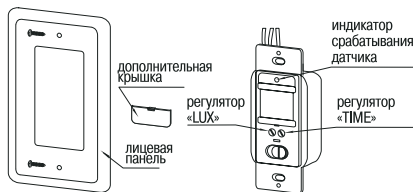

Рисунок 11 – Конструкция датчика движения ДД-028
– Открутите два винта и снимите лицевую панель с основания датчика (рисунок 11).
Регулятор выдержки времени включения датчика TIME находится под дополнительной крышкой (рисунок 11), которая снимается с помощью отвёртки. Регулировка осуществляется с помощью отвёртки с прямым шлицем.